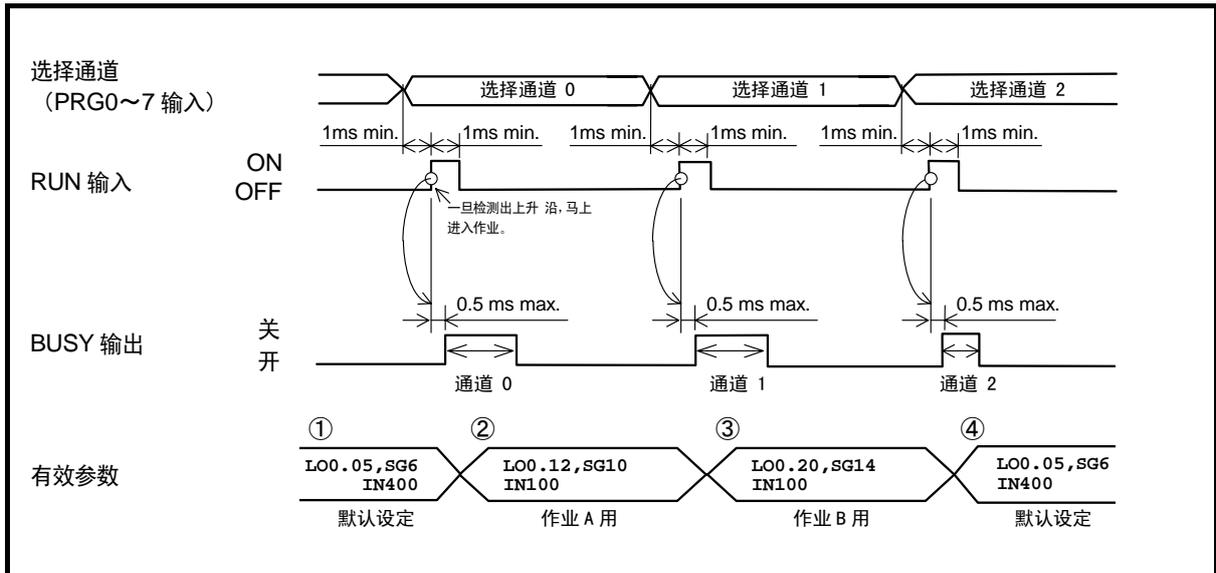

图 8-21: 分别使用 3 种类型的增益设定的示例的时序
- 显示使用了「图 8-21: 分别使用 3 种类型增益设定的示例的时序」的增益变更示例。